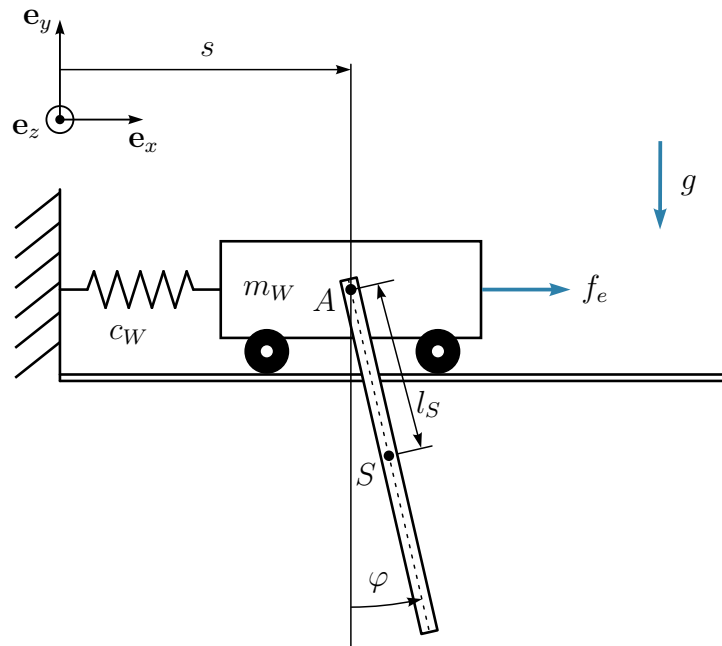

Abbildung 5: Mechanisches System.
3. Es wird nun das mechanische System aus Abbildung 5 betrachtet. Der Wagen hat 11 P. |